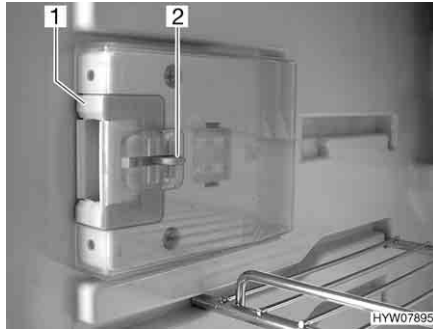
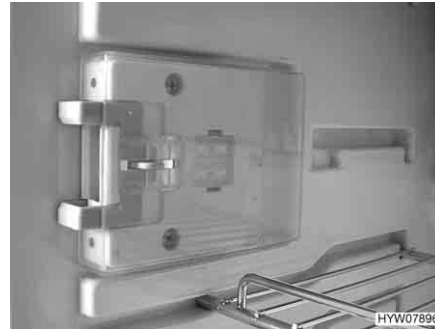

Bild 236 Verschlusseinrichtung in Normalstellung
Bild 237 Verschlusseinrichtung in Lüftungsstellung
- Die Entriegelung (Bild 236,2) eindrücken.
- Die Verschlusseinrichtung (Bild 236,1) nach vorn schieben (Bild 237).